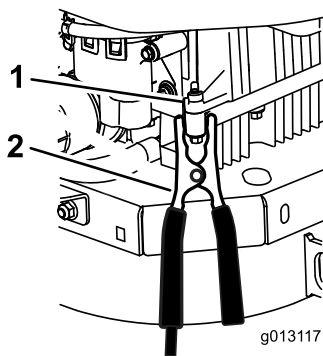

Figura 48
6. Haga la conexión final al **bloque motor** (no al borne negativo de la batería) de la máquina con la batería descargada, en un lugar alejado de la batería, y apártese (Figura 48).